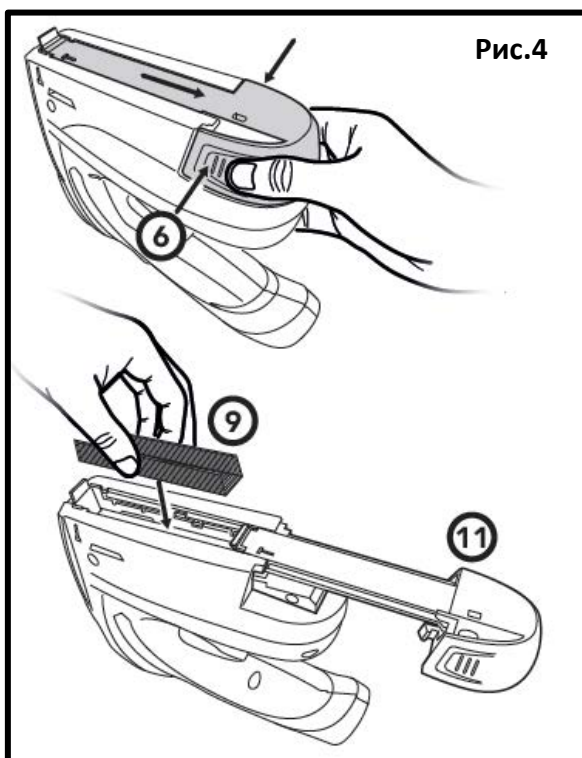

Рис.4
Нажмите на защёлки открытия магазина (6) в конце магазина (11) с обеих сторон и оттяните их назад до упора рис.4.